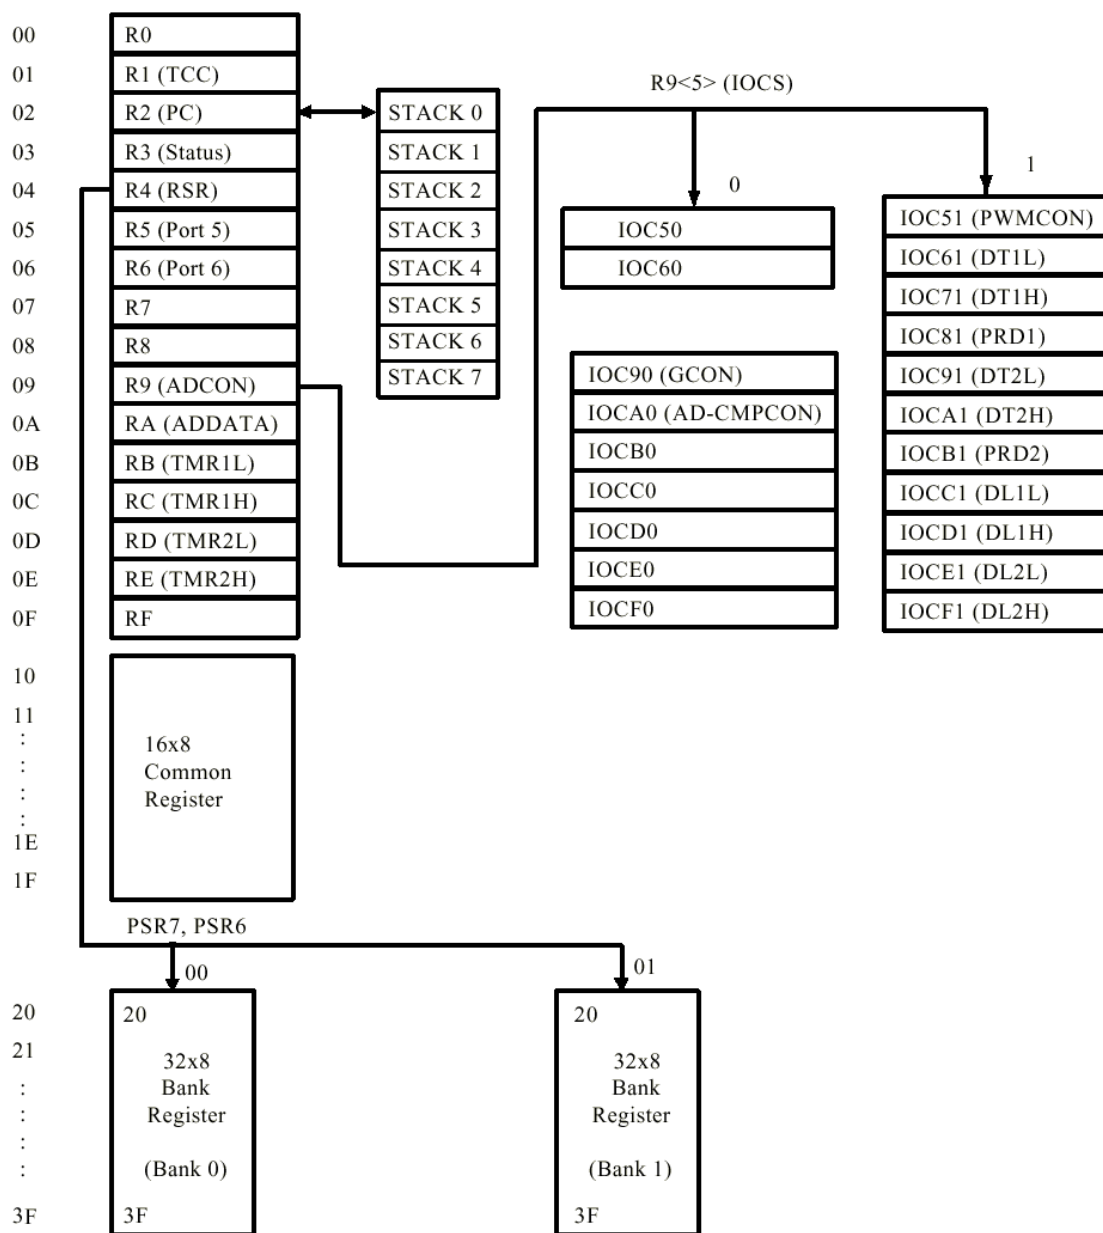

图 4 数据寄存器组成
- ◆ R2 与硬件堆栈为 12 位宽, 结构如图 4 所示。
- ◆ 第 4 位 (T) 溢出位, 执行 SLEEP 或 WDTC 指令或上电后置 1, WDT 溢出时清 0。
- ◆ 第 3 位 (P) 低功耗位, 执行 WDTC 指令或上电后置 1, 执行 SLEEP 指令后清 0。
- ◆ 第 2 位 (Z) 零标志位, 当算术运算或逻辑运算结果位 0 时该位置 1。第 1 位 (DC) 辅助进位标志。
- ◆ 第 0 位 (C) 进位标志。
- ◆ 参见图 4 所示数据存储结构。